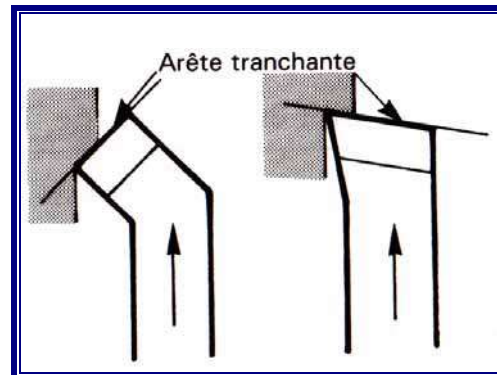

Figure 10
**2.4 Outils utilisables (fig. 10)**